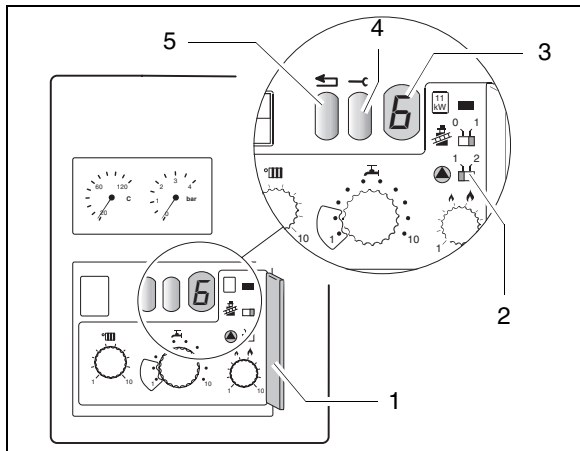

Abb. 2 Bedienebene, Betriebs- und Störungsmeldungen
- Abdeckung der 2. Bedienebene öffnen (Abb. 2, Pos. 1).
- Schalter  in Stellung "2" (Pumpennachlaufzeit 24 St.) stellen (Abb. 2, Pos. 2).
Der Betriebszustand oder eine eventuelle Störung werden auf dem Display (Abb. 2, Pos. 3) angezeigt. Die Meldung besteht aus zwei Zeichen. Nach Drücken der Servicetaste (Abb. 2, Pos. 4) wird das zweite Zeichen angezeigt.